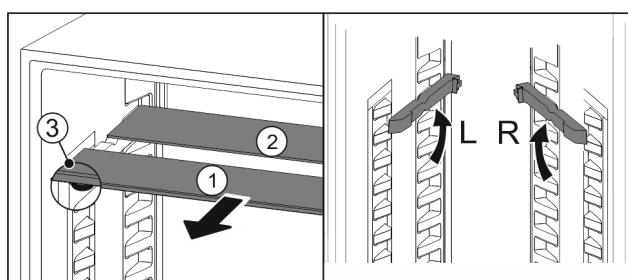

Fig. 48
- Издърпайте Fig. 48 (1) поотделно стъклените площи напред.
- Стъклената плоча Fig. 48 (1) с декоративната лайстна е отпред.
- Ограничителите Fig. 48 (3) сочат надолу.